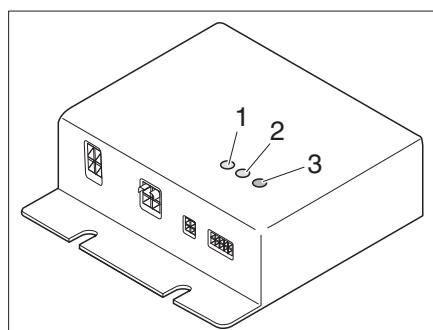

Fig. 332 Apparecchio di regolazione
L'apparecchio di regolazione (Fig. 332) è integrato nell'armadio guardaroba. Le spie di controllo sull'apparecchio di regolazione hanno il seguente significato:
- LED di controllo (Fig. 332,1) CR1 acceso in verde: il circuito di riscaldamento 1 è in funzione
- LED di controllo (Fig. 332,2) CR2 acceso in verde: il circuito di riscaldamento 2 è in funzione
- LED di segnalazione errori (Fig. 332,3)